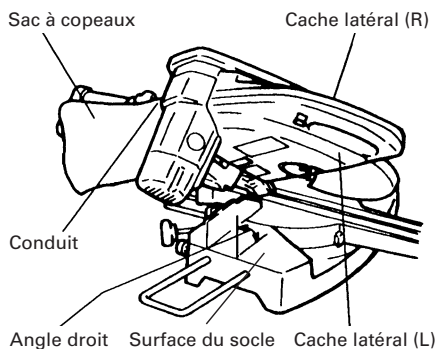

Fig. 41
- (1) Si le sac à copeaux est plein, les copeaux sortent du sac quand la lame tourne. Vérifier le sac à copeaux périodiquement et le vider avant qu'il ne soit plein.
- (2) Lors d'une coupe de biseau ou d'une coupe mixte, fixer le sac à copeaux à angle droit sur la surface du socle comme indiqué à la Fig. 41.